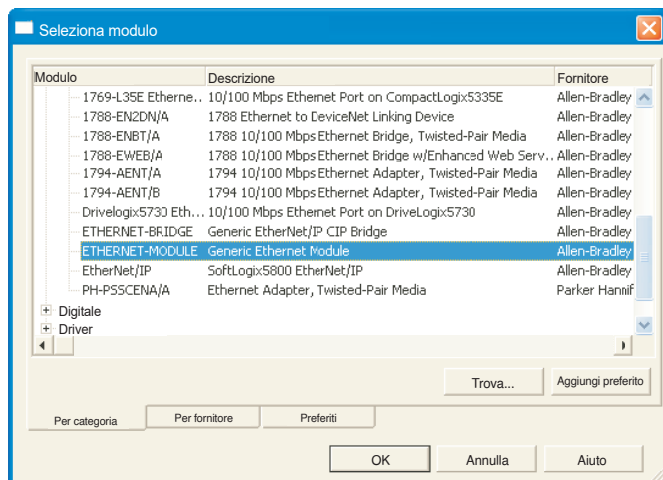

Figura 4.3.21n Selezione del modulo EtherNet generico
3. Usando la barra di scorrimento come necessario, cliccare sulla voce "Generic Ethernet Module" (Modulo EtherNet generico) (figura 4.3.21n) e fare clic su "OK" (o doppio clic sulla voce selezionata).